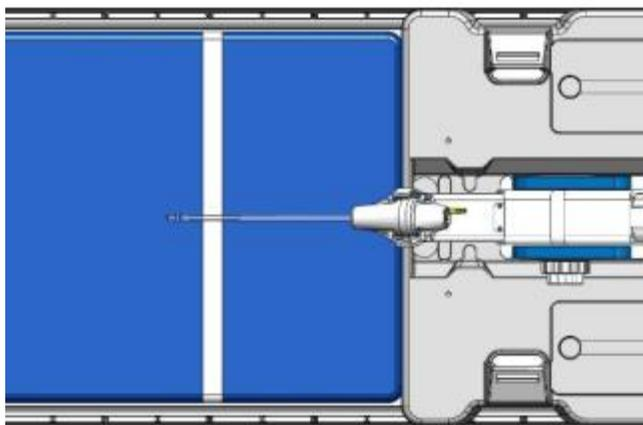

Figura 17: Centrado y alineación de las bobinas con la próstata
2. Coloque al paciente en la camilla de IRM en decúbito supino con la cabeza por delante, de modo que su línea media sagital quede centrada de izquierda a derecha en la camilla de IRM, y su próstata esté (*Figura 17 [Su configuración podría no coincidir exactamente con la mostrada]*).